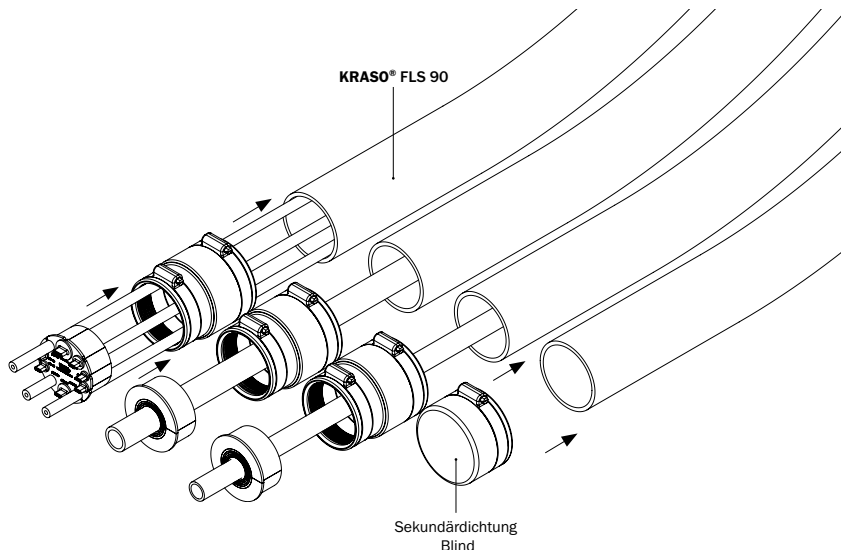

Abbildung 11.1: Sekundärdichtung Blind
- Die Sekundärdichtung Blind mit der mitgelieferten Edelstahl-Schlauchschele versehen und außenseitig über das Ende des **KRASO® FLS 90** schieben (s. Abbildung 11.1). Ziehen Sie die Edelstahl-Schlauchschele der Sekundärdichtung Blind mit einem Drehmomentschlüssel (Steckschlüsseinsatz SW 7) mit einem Drehmoment von 3 Nm an.